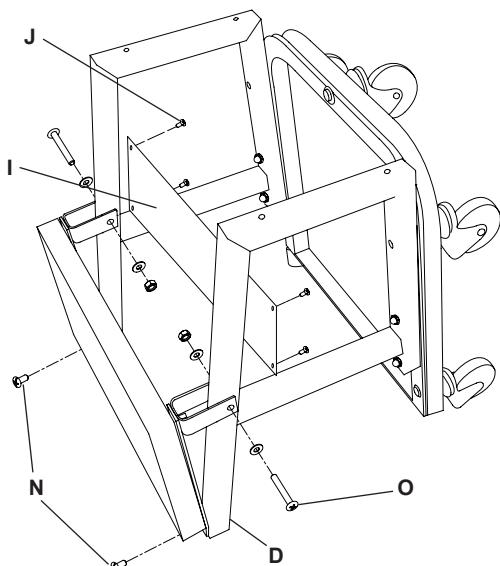

Figure 3 : Installation du galet
3. Fixez le siège du galet sur les bâts latéraux (D) du galet à l'aide de deux vis Phillips M6 x 40 (O), avec des rondelles (P), des écrous (Q), et deux vis Phillips M6 x 12 (J) (Figure 3).